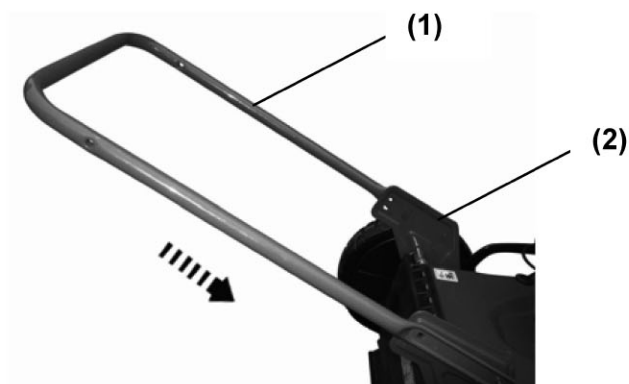

Fig. 1
- > Rett inn nedre håndtak (1) med feste for håndtaket (2) (Fig. 1).